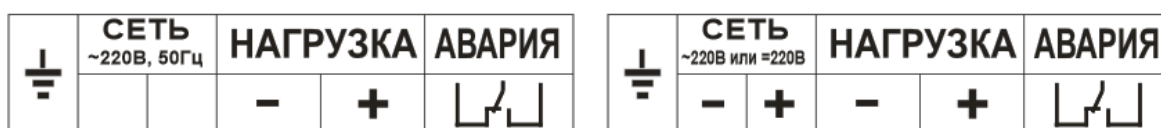

Рис.2
5.3. Подключить, соблюдая полярность, нагрузку к клеммнику **ИПС** кабелем с сечением медных проводов не менее 2,5 кв.мм. (см. рис.2).